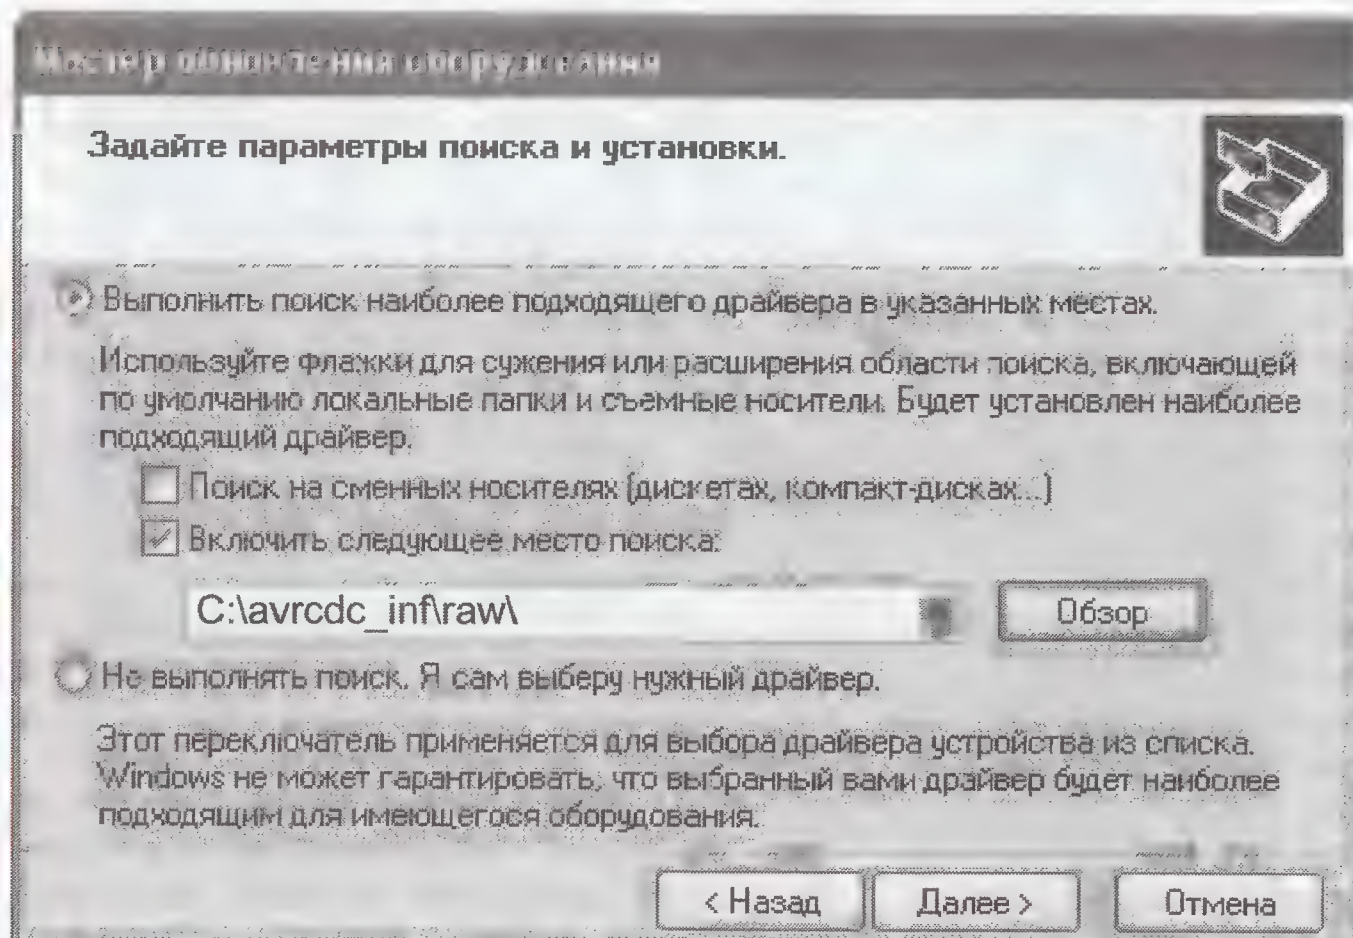

Рис. 7
3. Дождавшись открытия окна "Мастер нового оборудования" (рис. 7), отметить в нем пункт "Выполнить поиск наиболее подходящего драйвера в указанных местах". Нажав на экранную кнопку "Обзор", сообщить операционной системе, где находится файл avrcdc.inf, затем нажать на экранную кнопку "Далее". После сообщения "Мастер завершил установку программ" нажать на экранную кнопку "Готово". Если будет выведено сообщение о том, что программное обеспечение не тести-